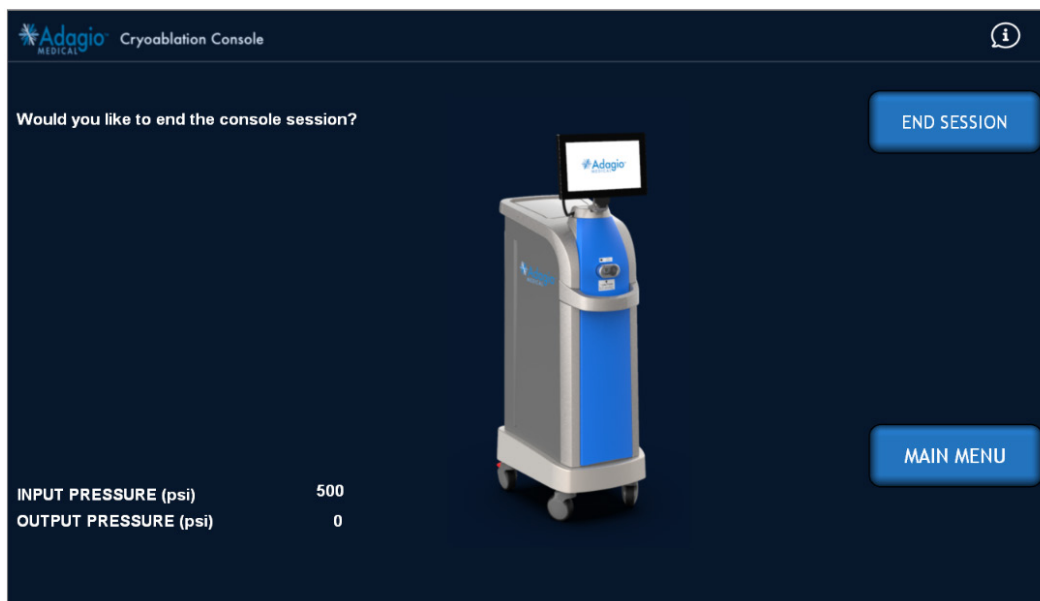

Figure 58 – Écran d'arrêt de la console – Confirmation de la fin de la session
1. Confirmer l'arrêt de la session en appuyant sur « END SESSION » (TERMINER SESSION) sur l'écran ci-dessous (Figure 58).